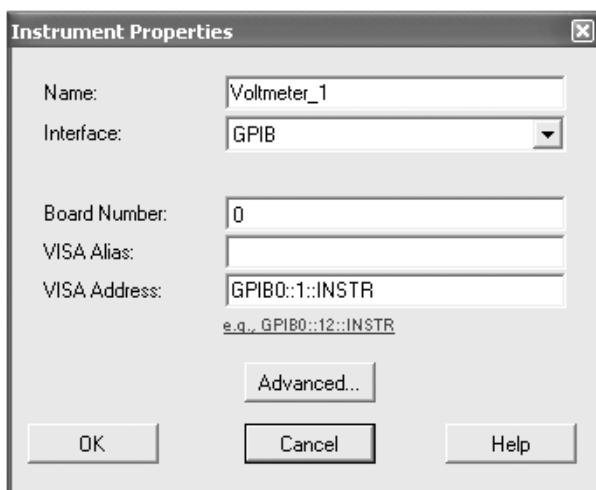

Рис. 4.4
6. Нажать правую кнопку мыши на только что сконфигурированном виртуальном инструменте в списке менеджера инструментов. В появившемся меню выбрать пункт «свойства инструмента» (Instrument Properties) и в поле «Name» появившегося окна свойств инструмента ввести новое имя инструмента латинскими буквами или цифрами без пробелов, например, как на рис. 4.4. Нажать кнопку «OK» в окне свойств инструмента.